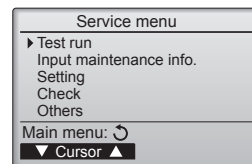

Fig. 7-1
- ① Wählen Sie „Test run“ (Testlauf) aus dem Service-Menü, und drücken Sie die [AUS-WAHL]-Taste. (Fig. 7-1)